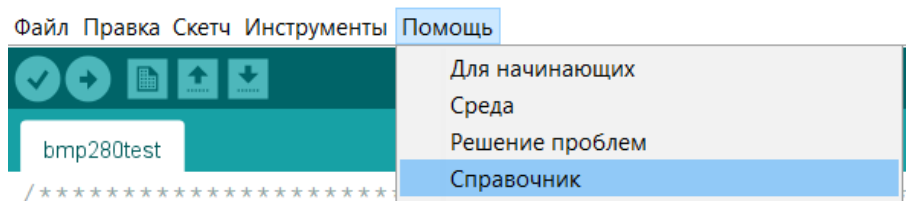

Рисунок 5.1 – Справочник в Arduino IDE
1) Изначально в курсе лабораторных работ мы использовали стандартные функции Arduino IDE. К данным функциям предоставляется стандартная документация Arduino IDE. В данной документации описаны все функции. Значения, которые они принимают и значения, которые они возвращают. Стандартный справочник можно найти в интерфейсе Arduino IDE, для это необходимо перейти в меню «Помощь» и выбрать «Справочник» (рисунок 5.1);